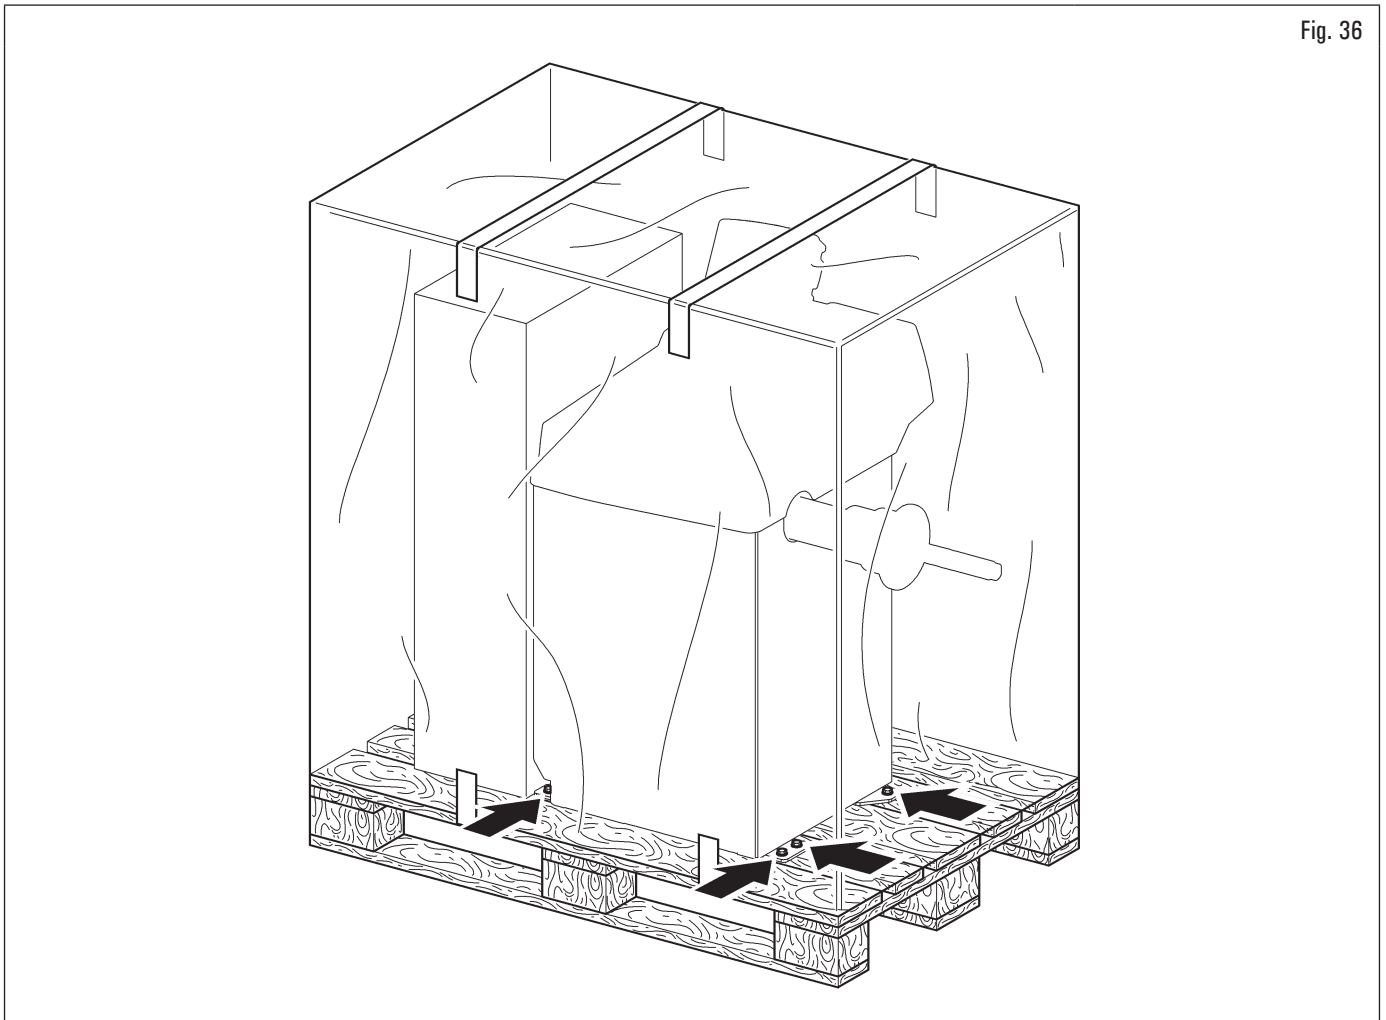

Fig. 36
- L'apparecchiatura viene spedita solitamente parzialmente montata come illustrato in Fig. 36.
- sollevare con cautela, adoperando adeguati mezzi di sostegno del carico, in perfetta efficienza, utilizzando gli appositi segnali posti sull'imballo Fig. 36.